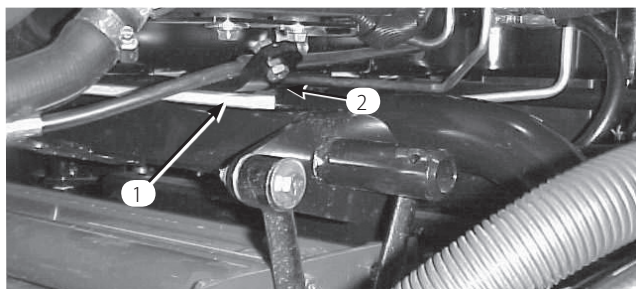
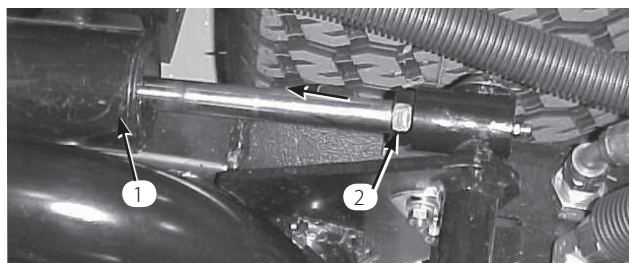

図 23
図 24
3. エンジンを始動し、昇降アームを上昇させ、後ろカッティングユニットのウェア・バーの上部についているウェア・ストラップからバンパー・ストラップまでの距離が 020"–100" の間にあるかどうかを点検する（図23）。この範囲になれば後シリンダを調整してすきまを作る。シリンダの調整は、カッティングユニットを降下させ、シリンダのジャムナットを戻して行う（図24）。ジャムナットを戻すには、シリンダ・ロッドのナットに近い方の部分をウェスとプライヤで握って回す。調整ができればカッティングユニットを上昇させて隙間を点検する。必要に応じ、上記の調整手順を繰り返す。クレビスのジャム・ナットを締める。